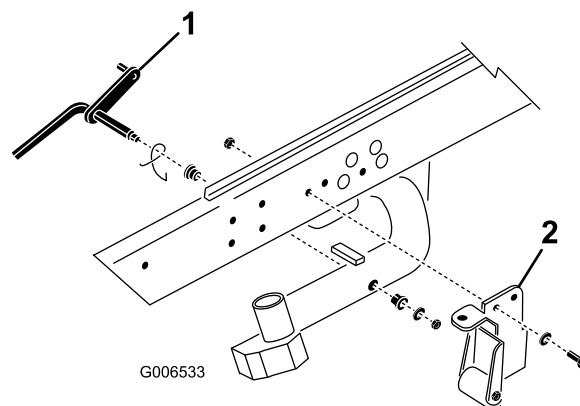

Figura 3
1. Retire la contratuerca y la arandela que sujetan el pivote al brazo de elevación N° 2 (Figura 3). Retire el pivote y el muelle del brazo de elevación. Repita el procedimiento en los brazos de elevación N° 1 y N° 3.
**Nota:** Los soportes de volteo (con y sin rodillo) no se utilizan con las unidades de corte DPA (Figura 3). Pueden retirarse si así se desea.